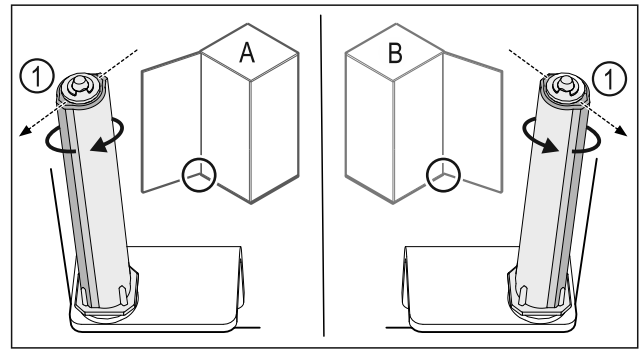

Fig. 40 Tope izquierdo (A) / tope derecho (B)
- ▶ Girar el sistema de cierre contra la resistencia hasta que el alma del sistema de cierre Fig. 40 (1) apunte hacia afuera.